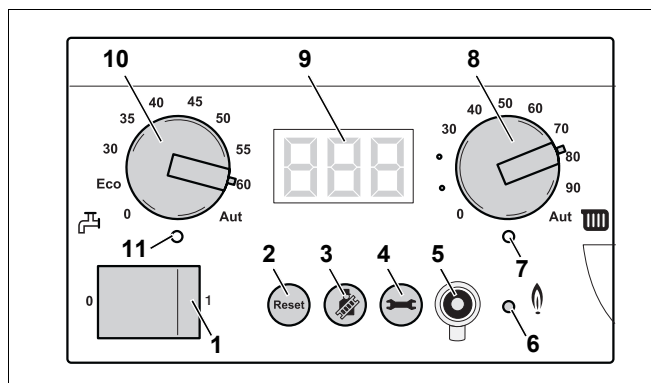

Fig. 86 Controler de bază BC10
- Apăsați tasta "Coșar" (Abb. 86, **Poz. 3**) și țineți-o apăsată (circa două secunde), până când apare punctul în dreapta jos pe display (Fig. 86, **Poz. 9**). Vezi pentru aceasta Tab. 9, "Testul gazelor de evacuare", pagina 45.
- După ce se aprinde LED-ul "Arzător" (Fig. 86, **Poz. 6**) așteptați un minut până ce cazanul de încălzire arde la sarcină totală.
- Apăsați tasta "Coșar" (Fig. 86, **Poz. 3**) ca să încheiați măsurarea. Vezi de asemenea. 9, "Testul gazelor de evacuare", pagina 45.